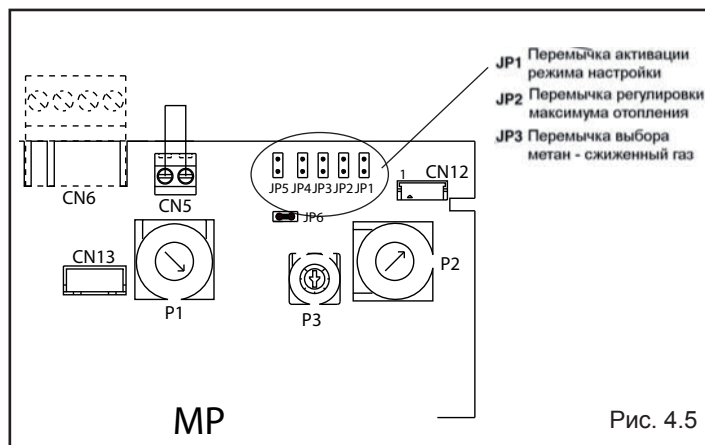

Рис. 4.5
- Установите переключку JP1 (рис. 4.5), при этом ручки, расположенные на панели управления, начнут выполнять функции регулирования минимума и максимума для режима отопления. На дисплее появляется ADJ  чтобы показать, что регулировка выполняется.
- Установите переключку JP2 (рис. 4.5)
- На плате управления (рис. 4.5):